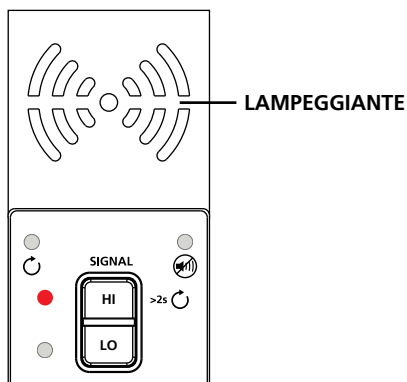

Figura 3.1c: Indicatore del trasmettitore che mostra il segnale in modalità HI
3. Selezionare la modalità segnale HIGH (Alto) premendo HI per la maggior parte delle applicazioni. Il trasmettitore apparirà come mostrato nella figura 3.1c. Il LED inizierà a lampeggiare rapidamente.